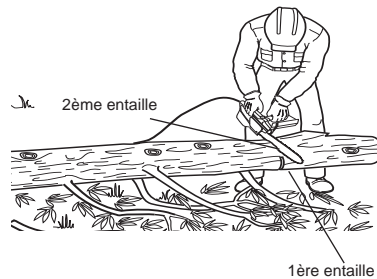

Figure 17 - Tronçonnage d'une bille soutenue à une extrémité
1. Faire la première entaille sur le dessous de la bille. (voir la Figure 17.) Pour ce faire, utiliser le haut de la guide-chaîne. Scier sur le tiers du diamètre de la bille. Cette entaille permet d'éviter la production d'éclats de bois.